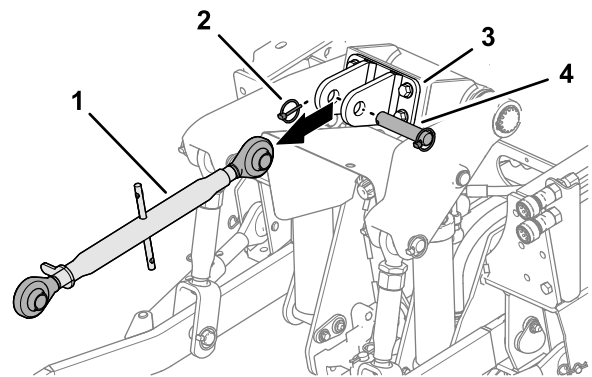

図 25
3. 上部リンクブラケットが付いている場合には、そこからリンチピン、クレビスピン、上側 3 点リンクを外す 図 25。